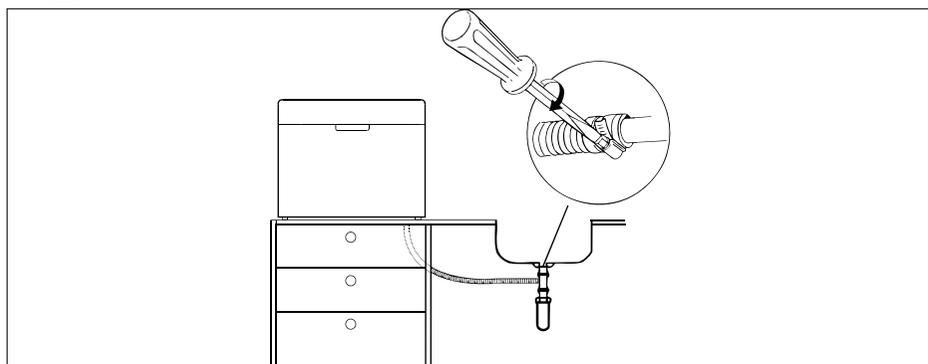

Fig. 7
- Fije el extremo de la manguera de modo que esta no pueda deslizarse (véase **fig. 7**).